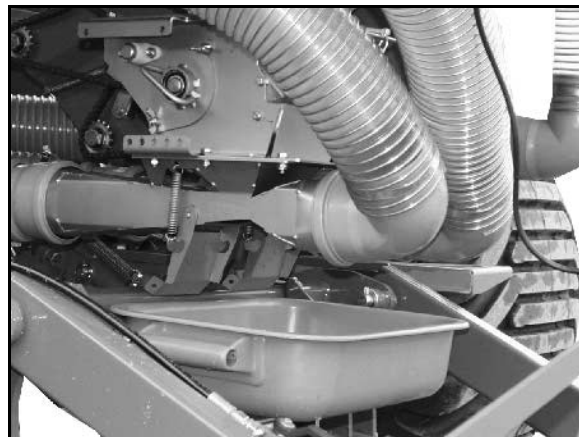

Рис. 41
3. Проконтролируйте норму высева: разверните лоток и снова установите его на держатели (Рис. 41).